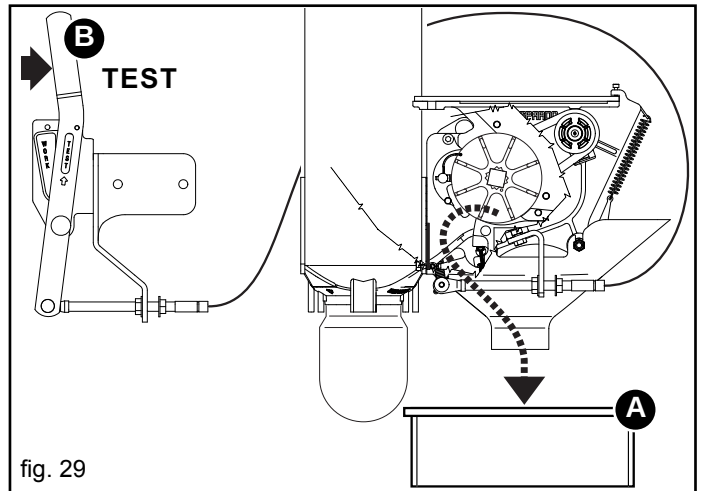

fig. 29
- 2) Coloque los recipientes recolectores (A) debajo de los dos dosificadores y abra los portillos de descarga del producto (B, Fig. 29) ... «TEST»